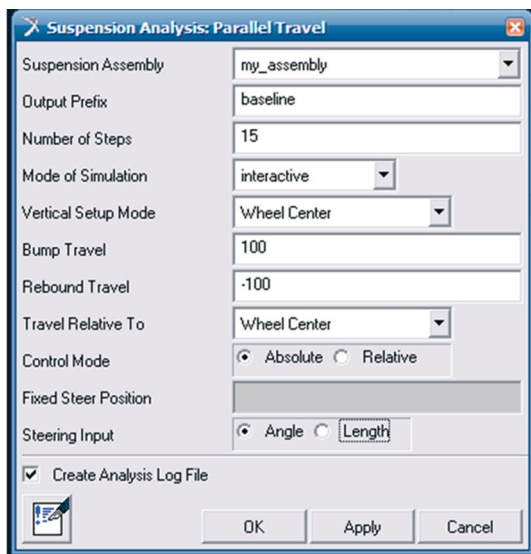

Figura 4.141 – Definindo os parâmetros da simulação.
- Para definir os parâmetros da simulação, acesse o menu *Simulate* → *Suspension Analyses* → *Parallel Wheel Travel* (Figura 4.141). Nessa simulação, o centro das rodas se irão se movimentar de -100 mm a +100 mm em relação à sua posição inicial, mantendo, portanto, o volante fixo.